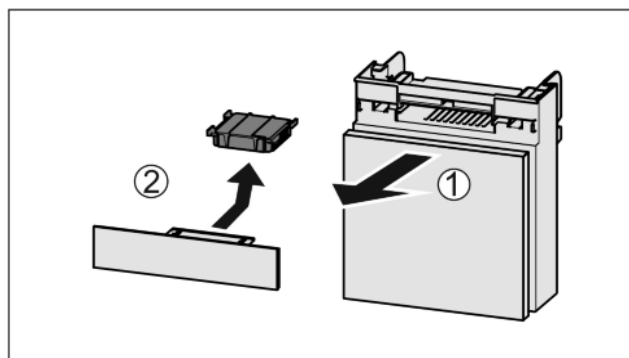

Fig. 36
- ▶ Tõmmake Fig. 36 (1) laegas ettepoole välja.
- ▶ Võtke Fig. 36 (2) aktiivsõefilter välja.